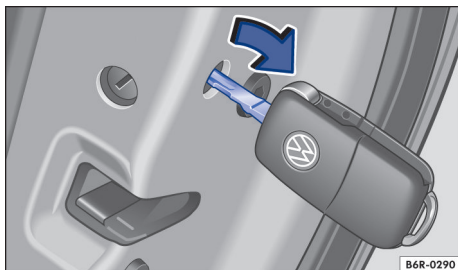

Fig. 49 Travamento manual com a chave do veículo.
- Portas com cilindro da fechadura: colocar a haste da chave do veículo no cilindro da chave → Fig. 49.